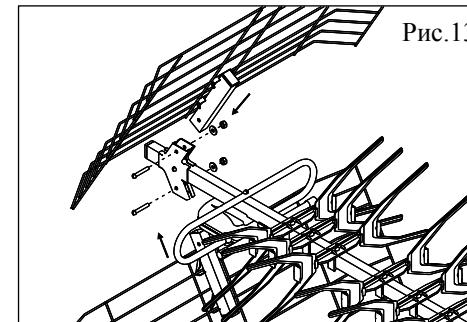

Рис.13
5.15. Установить стойку с рефлекто-ром в держатель и закрепите винтом №4 с шайбой и гайкой. Также установить вторую стойку с рефлектором (рис.13).